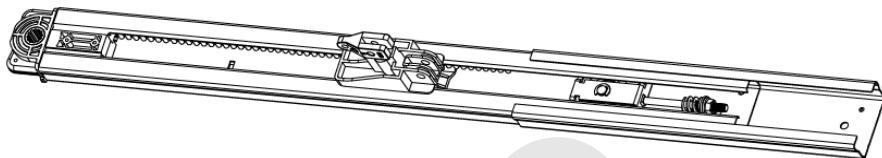

Fig 21
1. Guía con una unión (Fig.21).